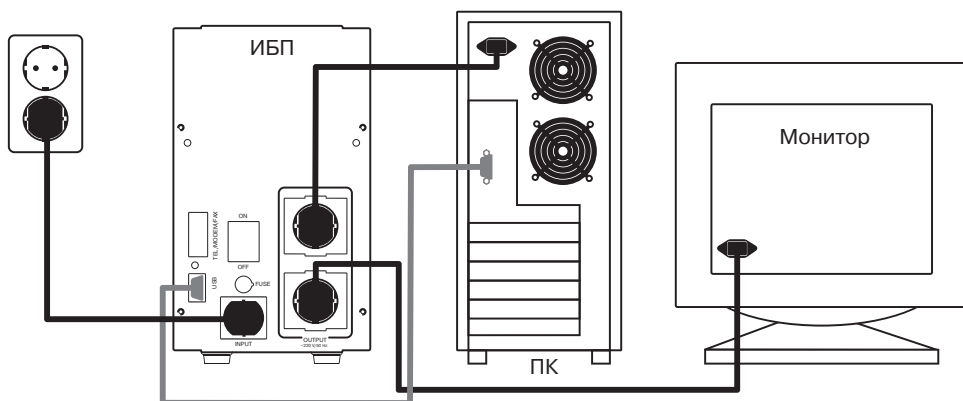

Рис. 3. Схема подключения ИБП
- Сетевой шнур компьютерного оборудования подключите к одной из выходных розеток ИБП ⑧, а к другой выходной розетке ИБП ⑧ подключите шнур питания монитора (см. схему подключения на рис. 3). Затем сетевой кабель из комплекта поставки подключите к входному разъему ИБП ⑨, а вилку этого кабеля вставьте в сетевую розетку.
- Произведите подключение интерфейсного кабеля USB к разъему ⑪ и к свободному USB-порту ПК (подключение не является обязательным).